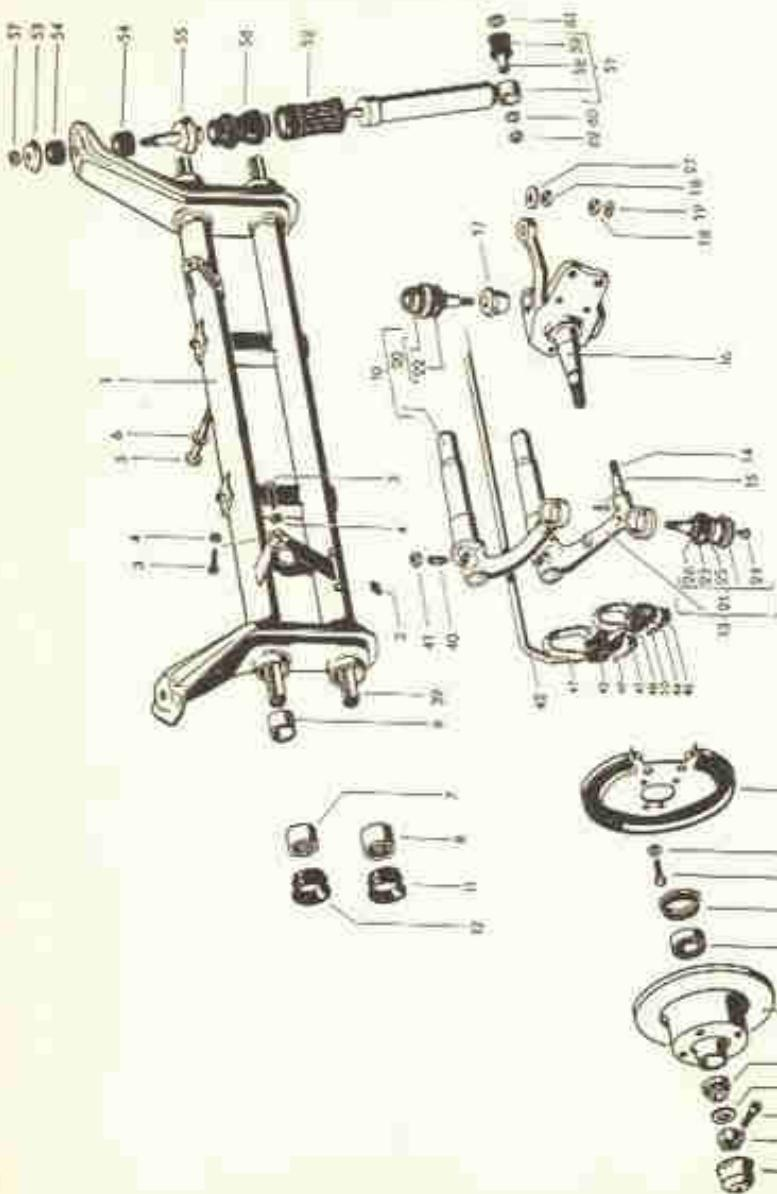

FIG. 13-V — Eixo dianteiro e parte do sistema de direção do sedan e da Variant
Como em todos os modelos VW, a suspensão dianteira do sedan "1 600" e da Variant é do tipo de barras de torção laminadas e a única diferença entre os dois modelos reside nas características internas dos amortecedores e no número de lâminas das barras: o sedan possui 10 lâminas e a Variant, 8. O corpo do eixo se constitui de dois tubos paralelos e rigidamente ligados constituindo uma só peça (Fig. 13-V). Os braços da suspensão (10 e 13) se encaixam nas barras e se apoiam em buchas de metal (9) no interior dos tubos e em rolamentos de agulhas (7 e 8) nas extremidades. Um estabilizador (42) liga os dois braços inferiores da suspensão por meio de buchas de borracha (43, 44).
**Retirada do eixo dianteiro.** — Retiram-se as rodas e solta-se o parafuso da braçadeira da árvore de direção (46, Fig. 2-N, pág. 184), retira-se o fio da buzina de seu terminal na coluna, e puxa-se a árvore pelo volante. Desligam-se os tubos flexíveis do freio em seus suportes, retiram-se as porcas das ponteiras da barra de direção direita e desfaz-se a ligação do amortecedor da direção com o corpo do eixo. Retira-se a barra de direção direita. Retiram-se os parafusos de fixação do eixo à carroceria e os de fixação ao chassi (3 e 5, Fig. 13-V). Se se dispuser do suporte VW 610, apoia-se o mesmo em combinação com um macaco em baixo do eixo e puxa-se o eixo.